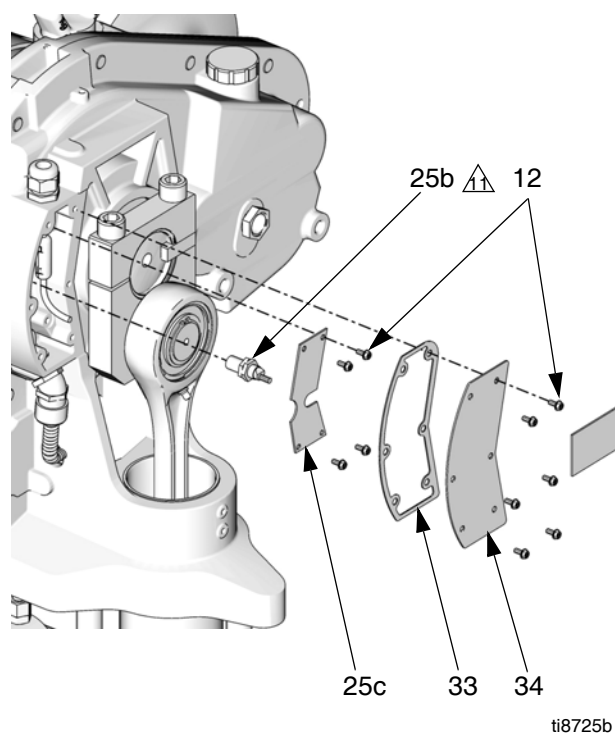

FIG. 14. Sensor de TDC
4. Retire dos tornillos (12) y la cubierta (32).
5. Vea la FIG. 14. Retire seis tornillos (12), la cubierta de la tarjeta de circuito (34), y la junta (33).
9. Vea la FIG. 14. Retire los cuatro tornillos (12) y la tarjeta de circuito (25c).
6. Desconecte los alambres del sensor de posición y los alambres de campo del circuito IS de los dos bloques de terminales (46). Retenga los bloques de terminales. Vea los **Diagramas eléctricos** en la página 10.